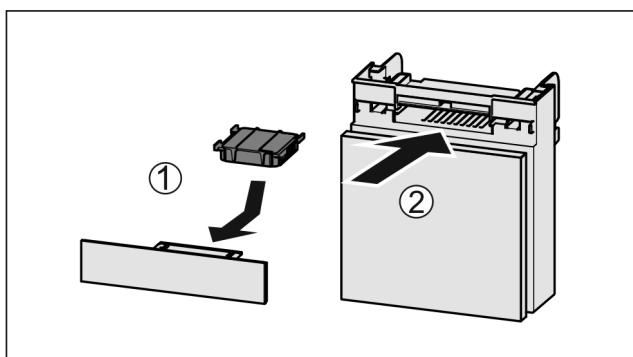

Fig. 84
- Вставити фільтр з активованого вугілля за малюнком Fig. 84 (1).
- Вставити відділення Fig. 84 (2).